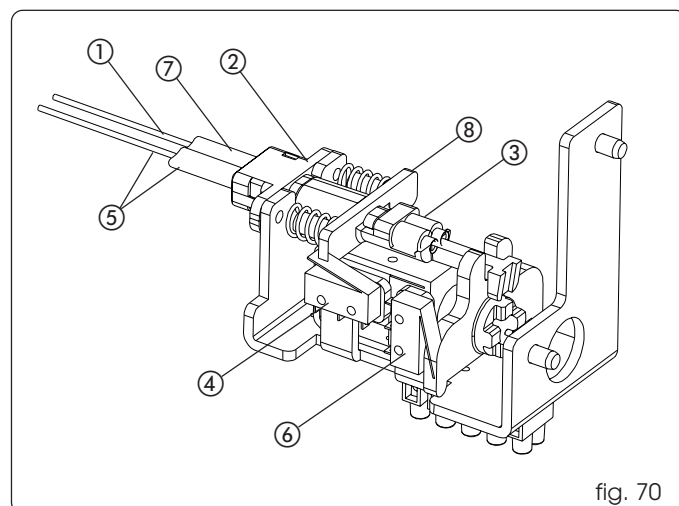

fig. 70
- Voer de kabel (fig. 70 ref. ①) door onderdeel ②, tot de huls niet verder kan (fig. 70, ref. ⑦).
- Steek de kabel in de klem (fig. 70 ref. ③).
- Trek het onderdeel ⑧ ertegenaan (zodat de veren worden ingedrukt) en draai de schroef van klem ③ vast, zodat de staalkabel geblokkeerd wordt.
- Ontgrendel de knop door hem 90° te draaien en controleer of de ontgrendeling functioneert. Controleer bovendien of de microscharnelaar voor opening van de deur (fig. 70, ref. ④) geactiveerd wordt als de knop uitgetrokken wordt.
Voor de elektrische aansluiting van de motorvergrendeling, zie de sectie over de elektronische kaart in deze instructies. Als er een externe ontgrendeling moet worden geïnstalleerd, moeten de sleutelscharnelaars T21IF of T21EF worden gebruikt. Steek de ontgrendelkabel op de motorvergrendeling in de daarvoor bestemde ruimte (fig. 70, ref. ⑤).
Installeer de bewakingsmicroscharnelaar zoals aangegeven op fig. 70 ref. ⑥. Voor de elektrische aansluiting en de programmering, zie de sectie over de elektronische kaart in deze instructie.